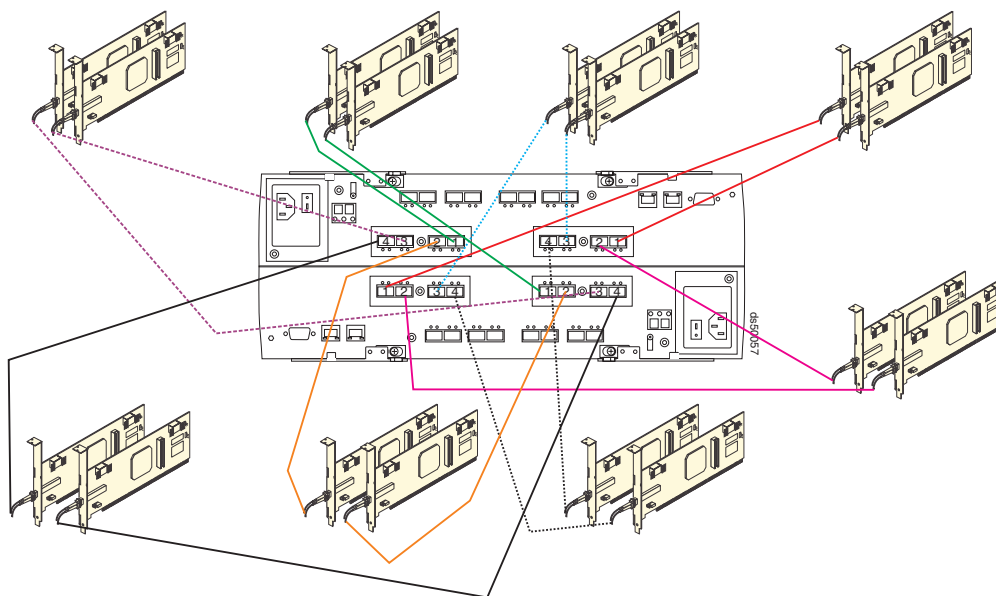

Figura 84. Diagrama de cabeamento para oito conexões de host redundantes
3. Repita as etapas 1 na página 135 e 2 na página 135 para cada conexão de host redundante adicional. Você pode criar um máximo de oito conexões host redundantes, conforme mostrado na Figura 84.
Nota: A Figura 84 mostra que as portas de host estão conectadas a oito conjuntos de FC HBAs (Host Bus Adapters). Você poderá substituir um ou todos esses conjuntos de HBAs FC com comutadores FC conforme necessário.